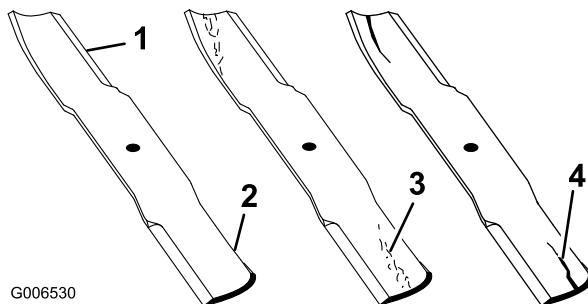

Figure 71
1. Examinez le tranchant des lames (Figure 71). Si les lames coupent mal ou présentent des indentations, déposez-les et aiguisez-les (voir Aiguisage des lames).
2. Inspectez les lames, surtout la partie relevée (Figure 71). Remplacez immédiatement toute lame endommagée, usée ou qui présente une entaille (Figure 71).